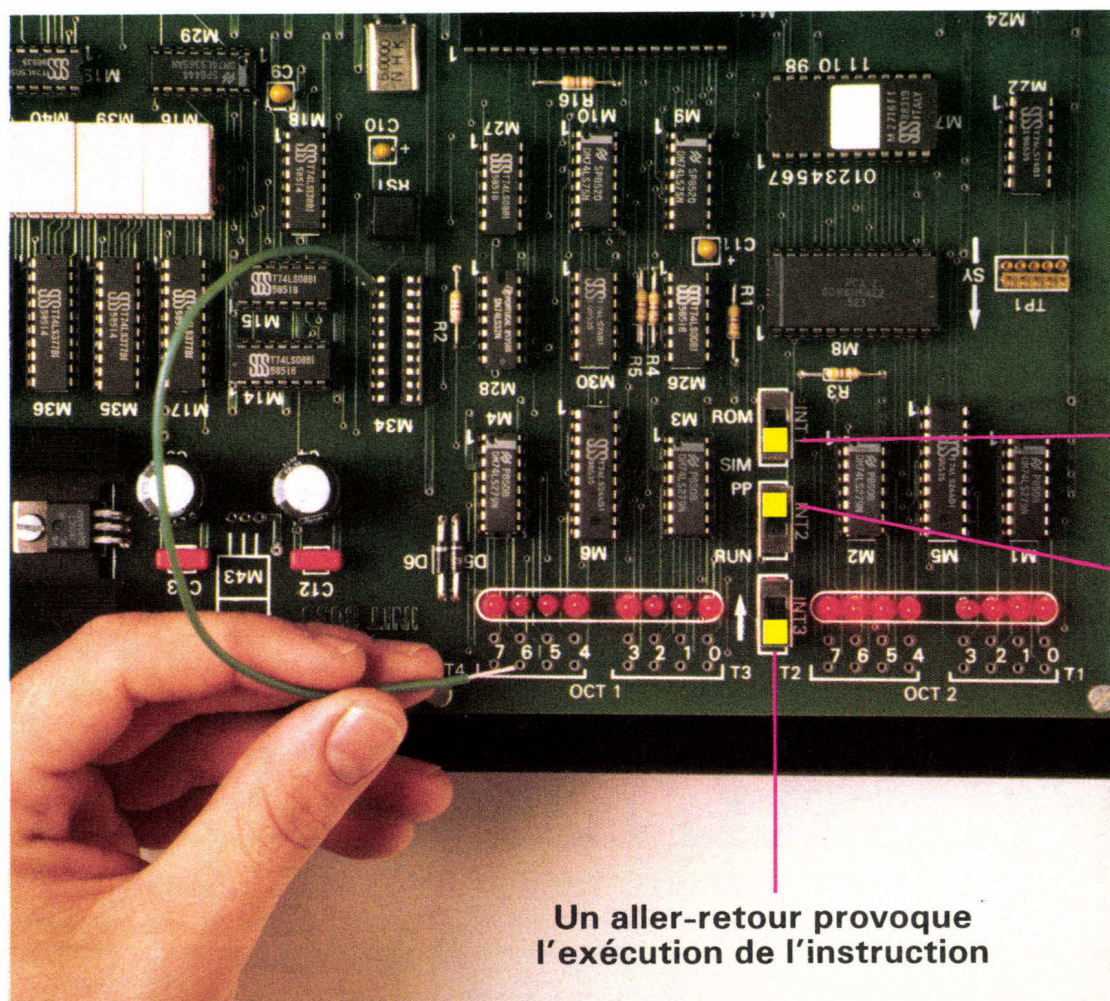

Fig. 1. - Exécution d'une instruction.
- Ecrire sur la mémoire à deux octets le code de l'instruction à exécuter, par exemple : 99 H (sur OCT1) et F7H (OCT2) (fig. 1).